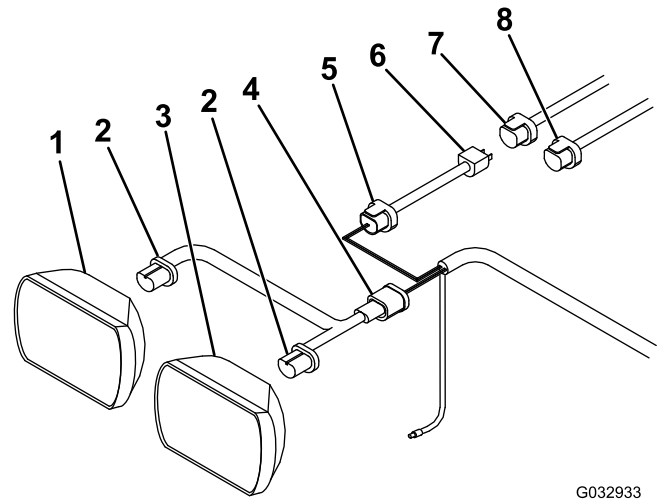

Figure 24
1. Débranchez les connecteurs du faisceau de câblage à l'arrière des phares gauches du véhicule (Figure 24).
2. Branchez les 2 extrémités de l'adaptateur de phare à l'arrière des phares gauches du véhicule (Figure 24).
3. Branchez le connecteur noir de l'adaptateur de phare au long faisceau de câblage (Figure 24).
4. Branchez le connecteur bleu de l'adaptateur de phare au connecteur bleu du long faisceau de câblage (Figure 24).
5. Branchez l'extrémité libre de l'adaptateur de phare au connecteur de feux de croisement que vous avez débranché auparavant sur le faisceau de câblage du véhicule (Figure 24).
6. Graissez, rentrez et sécurisez le connecteur de feux de route que vous avez débranché auparavant sur le faisceau de câblage du véhicule (Figure 24).